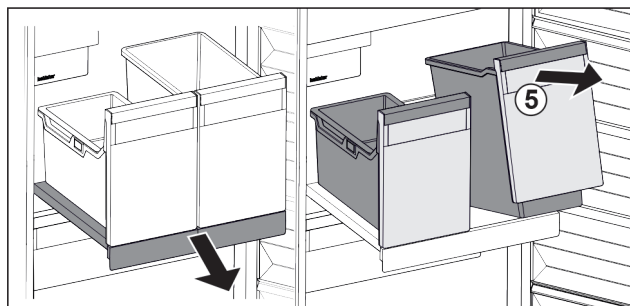

Fig. 191
- Ngrijeni kutinë Fig. 191 (5) lart përpara.